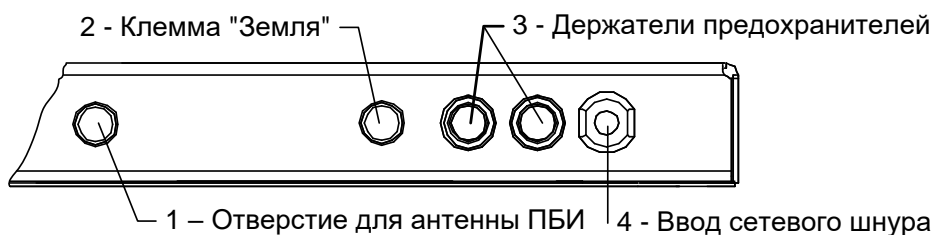

Рисунок 2 – Вид основания сзади
2.3.2.5 На задней стенке основания (см. рисунок 2) находятся: отверстие для установки антенны ПБИ (1), клемма «Земля» (2) для заземления аппарата, держатели предохранителей (3) и ввод для сетевого шнура (4).
3.3.2 При использовании программ *ЛинтеЛ®* - Линк1 или *ЛинтеЛ®* - ЛИС3 необходимо установить на аппарат антенну3 (см. рисунок 2, страница 4) и плату3 устройства беспроводной связи. Установка антенны производится в гнездо на задней панели аппарата.